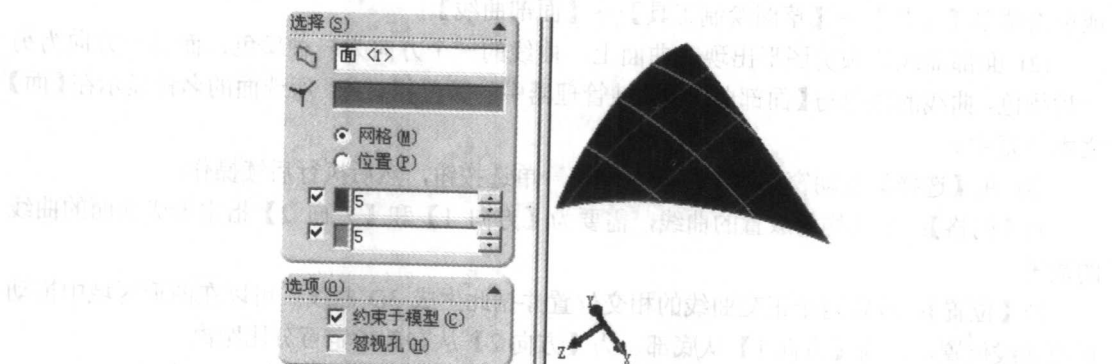
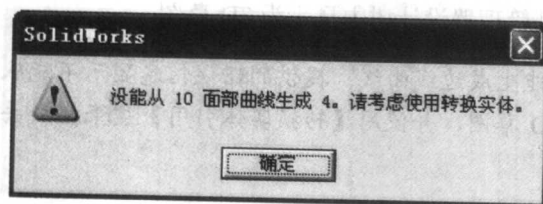

图 1-9 使用【网格】选项的面部曲线
图 1-10 提示错误信息对话框
(5) 重复上述步骤(1)和(2), 在【面部曲线】属性管理器和绘图区域中进行设置和选择, 如图 1-9 所示, 单击【确定】图标按钮 , 如图 1-10 所示。